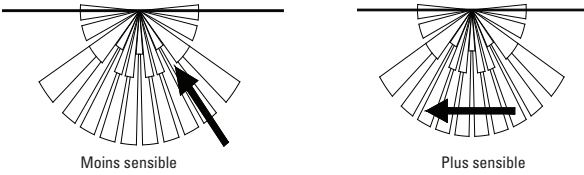

Figure 3
5. Si possible, installer le détecteur dans le coin d'une pièce afin que le champ de détection soit traversé par une personne qui entrerait dans la pièce. Les mouvements qui traversent le champ de détection de l'appareil sont mieux détectés par les capteurs infrarouges passifs que ceux qui sont orientés directement vers l'appareil (FIGURE 3).